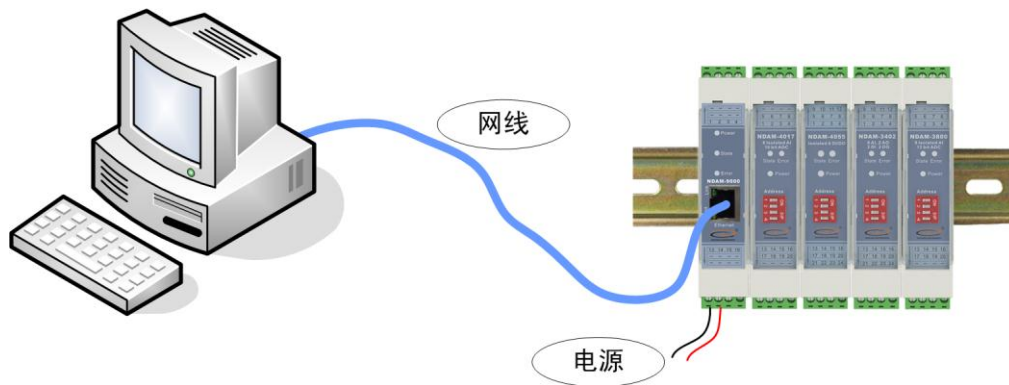

图 3.1 NDAM-4400 测试接线示意图
- 1) 将 PC 机、NDAM-9000 和 NDAM-4400 模块按照如图 3.1 所示进行连接；